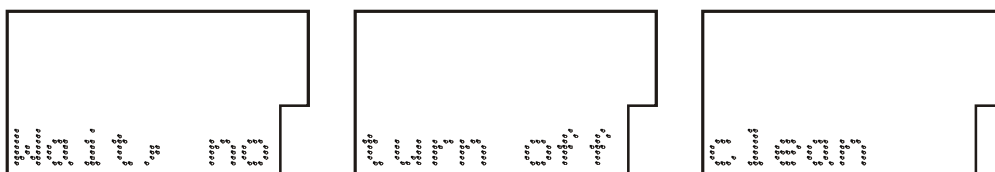

Figura 11: Sinalização do acesso ao reset da memória de massa.
f) pressionar a tecla **▼** para zerar a memória de massa. O relé mostra a mensagem da figura 11 durante o processo de reset da memória durante um tempo de reset entre 20s a 2 minutos. **Atenção:** não desligar a alimentação auxiliar do relé.